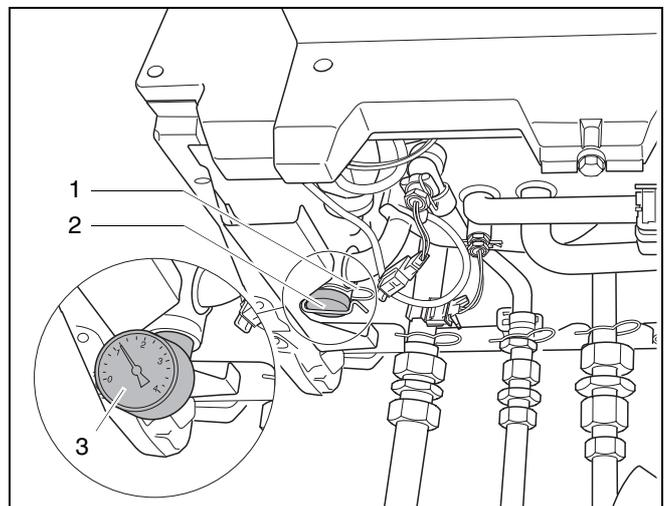

Fig. 7 Montaggio del manometro
- Rimuovere la molla di sicurezza (fig. 7, pos. 1).
- Togliere il tappo cieco di sinistra (fig. 7, pos. 2).
- Montare il manometro (fig. 7, pos. 3) (volume della fornitura).